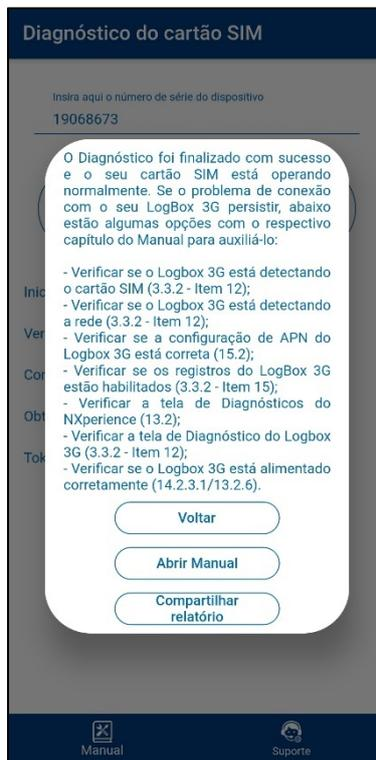
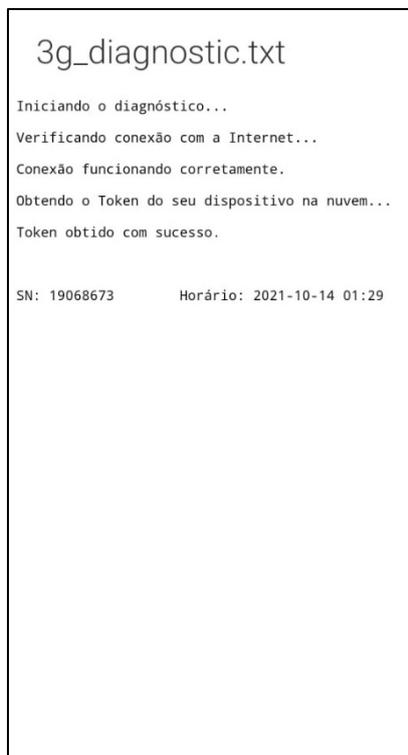

Figura 55 – Sugestões
Figura 56 – Relatório
- f. Na tela inicial do **NXperience**, como exibido na **Figura 55**, pressionar simultaneamente as teclas Ctrl + Shift + F12 fará com que a tela de atualização de firmware torne a aparecer, como exibido na **Figura 56**.